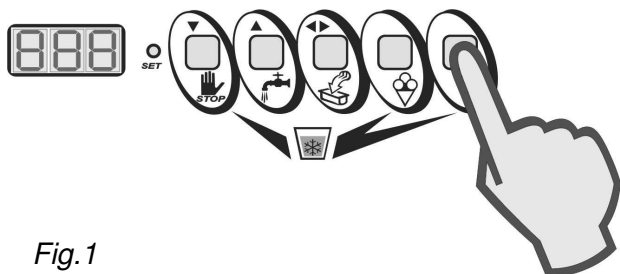

Fig.1
- Premere il tasto SEMIAUTOMATICO per selezionare il ciclo semiautomatico di mantecazione con controllo della consistenza (Fig. 1).